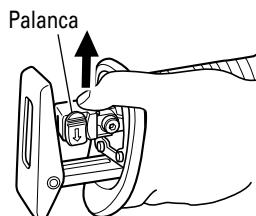

Fig. 9
- (4) Cuando suelte la palanca, la fuerza del resorte hará que el manguito del sujetador vuelva automáticamente a la posición correcta. No hay necesidad de asegurar el manguito del sujetador en este momento. (Fig. 9)